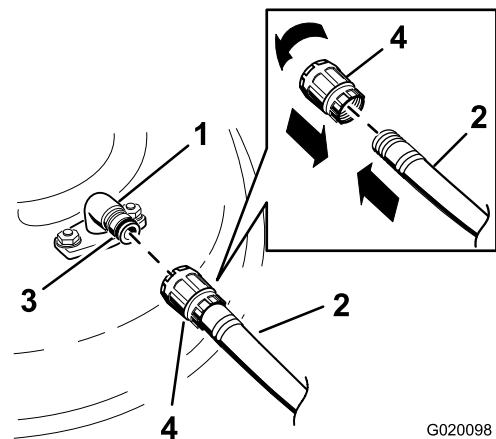

Bild 75
- Montieren Sie die Schlauchkupplung auf die Kupplung am Mähwerk-Spülanschluss und drehen Sie das Wasser mit starkem Druck auf (Bild 75).